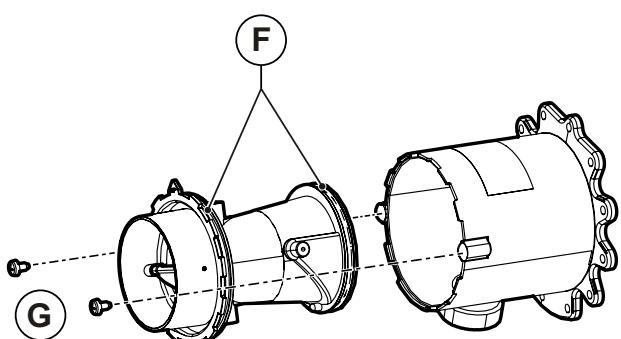

Fig. 34 Corpo de plástico do misturador
- Retire o corpo de plástico do misturador, desatarraxando os dois parafusos de fixação **G** (veja Fig. 34 Corpo de plástico do misturador).
- Atarraxe o corpo de plástico ao misturador com os parafusos de fixação **G** tendo cuidado para não danificar as juntas o-ring **F** e respeitar o sentido de montagem (veja Fig. 34 Corpo de plástico do misturador e Fig. 35 Orientação de montagem).